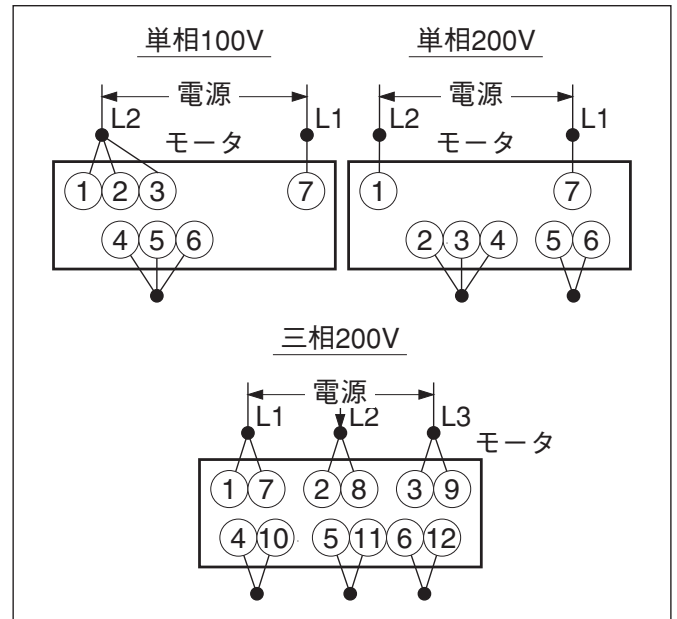

図3-1
- \* 工場出荷時の業務用ディスポーザには特定の電圧のための配線はしてありません。業務用ディスポーザ モーターは単相 100V / 200V 用と三相 200V 用があります。電圧・位相および接続に関してはディスポーザ端子箱内に貼ってあるモータ標準接続図(図3-1)を参照してください。